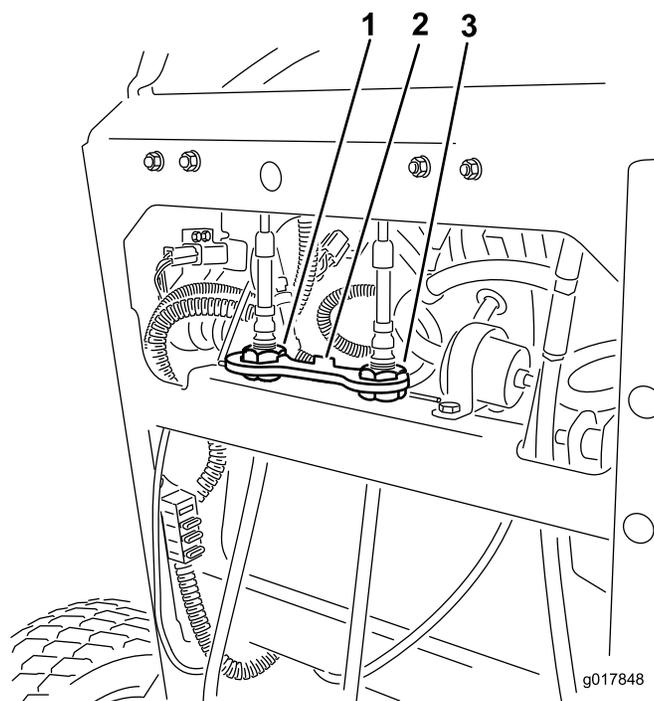

図 53
4. 右ケーブル調整器を回して、右側走行コントロールレバーがコントロールパネルのニュートラルロックスロットの中央にくるようにする 図 53。